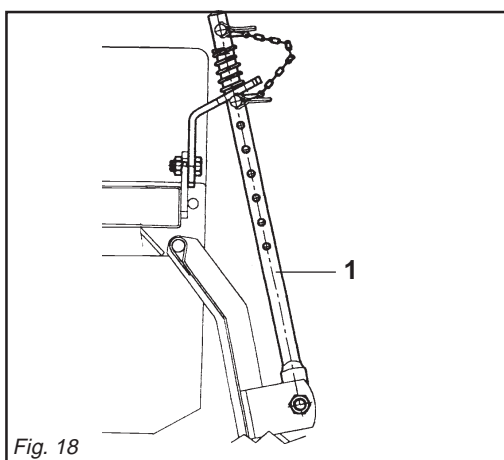
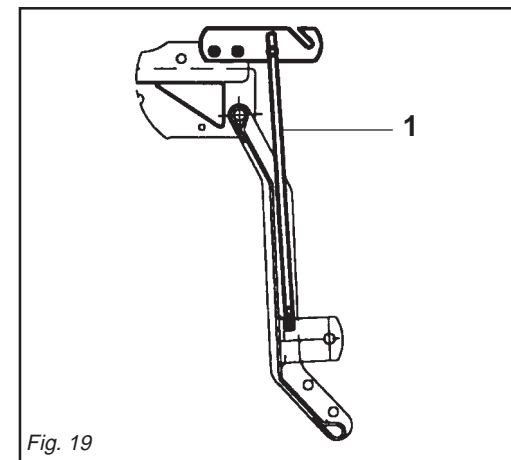

Fig. 18
Fig. 19
- 2- Il martinetto a molla (1 Fig. 18) oltre a sostenere la lamiera livellatrice ed ammortizzarla nel trasporto su strada,
- 2- Die Federwinde (1 Abb. 18) trägt nicht nur das Planierschild und dient beim Straßentransport zur Dämpfung von
- 2- *Le vérin à ressort (1 Fig. 18) sert de soutien à la tôle de nivellement et de suspension pendant le transport sur route, pour éviter le basculement du*
- 2- El gato de resorte (1 Fig. 18), además de sostener la chapa de nivelación y protegerla durante el transporte en
serve a evitare il ribaltamento della zappatrice durante il parcheggio. L'asta (1 Fig. 19), va posizionata come in figura per il parcheggio della macchina.
(1 Fig. 18) prevents the steering hoe from overturning when parking. The rod (1 Fig. 19) should be positioned as shown in the figure when parking the machine.
Stößen, sondern sie soll auch verhindern, daß die Hackfräse während des Parkens umkippt. Die Stange (1 Abb. 19) ist so anzuordnen, wie in der Abbildung für das Abstellen der Maschine gezeigt ist.
cultivateur lors du stationnement. Pour stationner la machine la barre (1 Fig. 19) doit être positionnée comme indiqué dans la figure.
carretera, sirve para evitar el vuelco de la binadora durante el estacionamiento. La barra (1 Fig. 19) debe ser posicionada como se ve en la figura para el estacionamiento de la máquina.